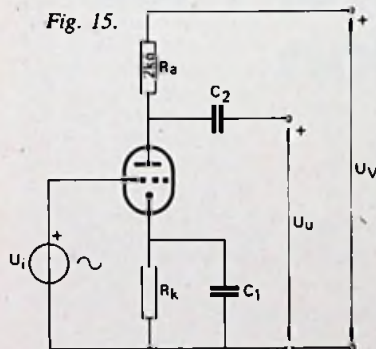
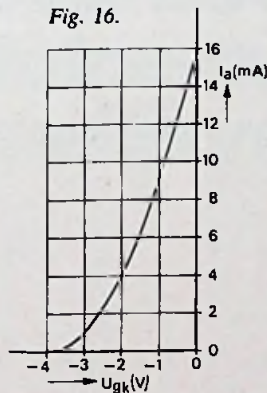
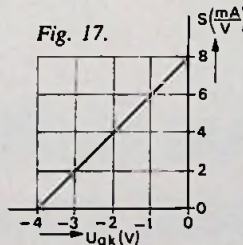

Fig. 15.
Fig. 16.
Fig. 17.
4. Van de triode in fig. 15 is in fig. 16 de $I_a - U_{gk}$ karakteristiek gegeven. Fig. 17 geeft de steilheid als functie van U_{gk} . De inwendige weerstand van de triode is zodanig groot dat hij buiten beschouwing mag blijven. Bepaal de grootte van R_k waarbij de versterking U_u/U_i gelijk is aan 8.